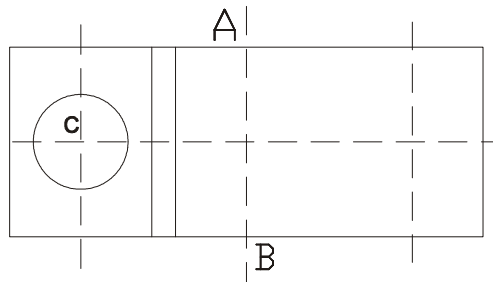

图 2-5-13
STEP 04 把图层转换到实线图层。使用直线 LINE 和圆 CIRCLE 命令绘制座体俯视图其余线条，如图 2-5-13 所示。其具体操作如下：
指定镜像线的第一点 : 点取 A 点，如图 2-5-13 所示